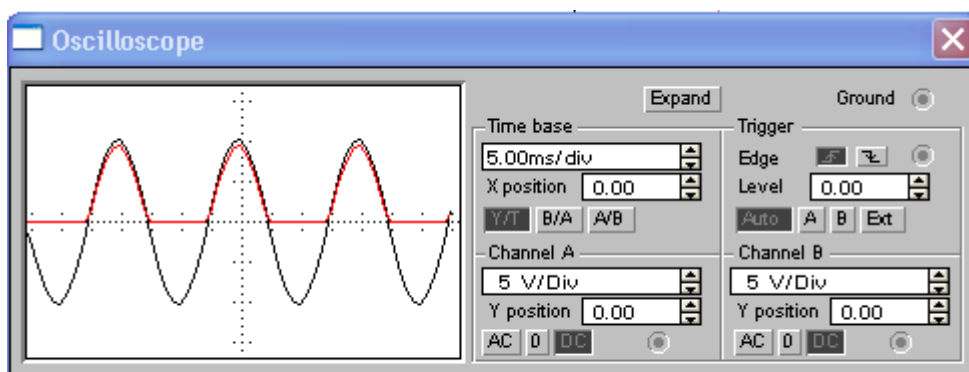

Рис. 7
4.2.3. Розкрийте осцилограф встановленням курсору на його умовному позначенні “Осц” (рис. 2) і подвійним кліком лівої клавіші миші. На екрані будуть мерехтати два промені: чорний – для вхідної напруги і червоний – для вихідної (рис. 7).
- збільшіть зображення клавішею *Expand* на осцилографі (рис. 7);